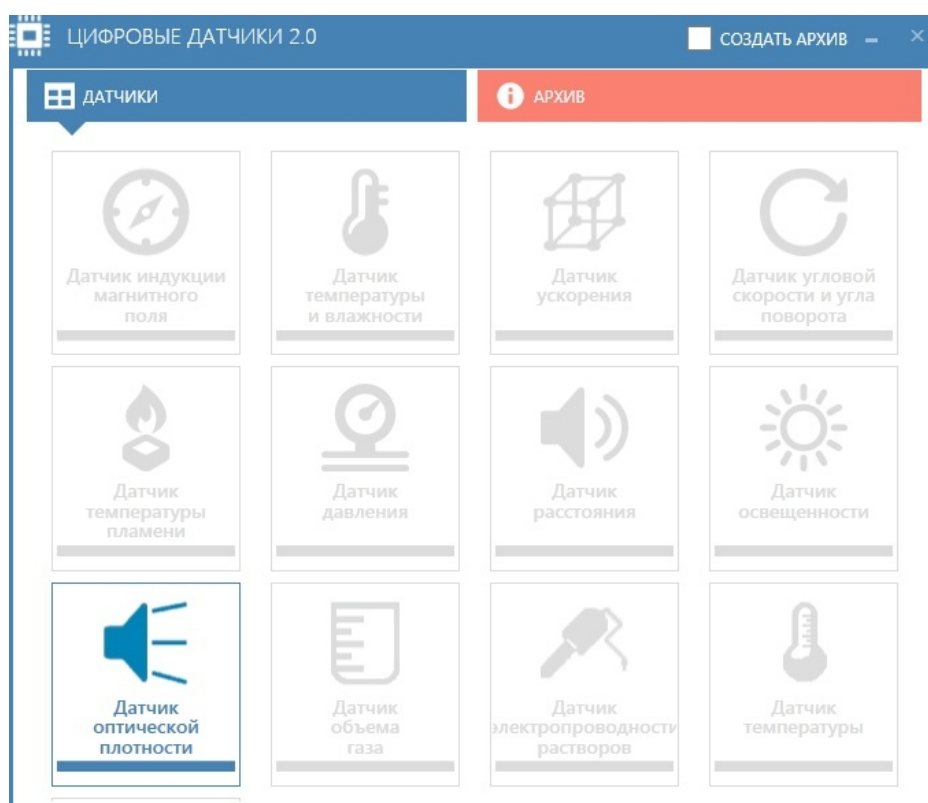

Рисунок 3.1 - Главное окно приложения
После запуска программы на экран выводится главное окно приложения "Цифровые датчики 2.0" (рисунок 3.1).
3.6.1 Все измерения производимые датчиками автоматически сохраняются в архив. Чтобы просмотреть сохраненные данные необходимо в главном окне (рисунок 3.1) нажать кнопку "Архив". После чего на экране отобразятся активные кнопки тех датчиков, для которых имеются сохраненные измерения. При выборе нужного датчика открывается окно с результатами сохраненных измерений. В зависимости от типа датчика навигация по шкале времени осуществляется одним из способов: